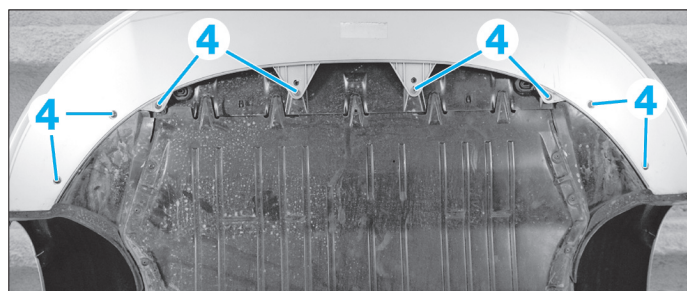

Fig. 3
- Déposer partiellement les passages de roue de manière à déposer les vis de fixation (3) du bouclier sur l'aile.
- Déposer les vis inférieures (4) du bouclier (Fig.3).